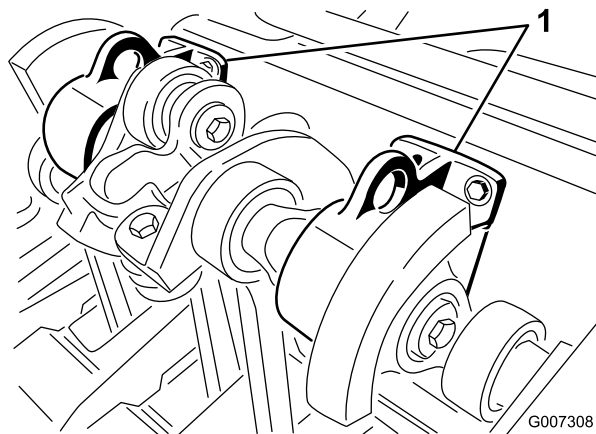

Figura 26
**Nota:** Se houver, pode ser utilizada uma ponte para levantar a parte de trás do arejador ProCore. Utilize os olhais das caixas de rolamentos da cabeça de perfuração como pontos de ligação da ponte (Figura 26)